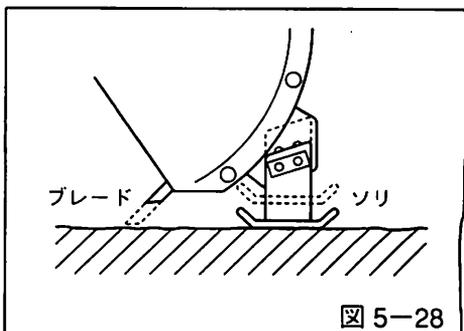

図 5-28
- 整地された路面、アスファルト路面を除雪する場合にはソリのボルトを緩めてソリを上にも上げ、ブレードをソリと同じ高さにセットすれば、路面ストレスまできれいに除雪ができます。(図5-28参照)